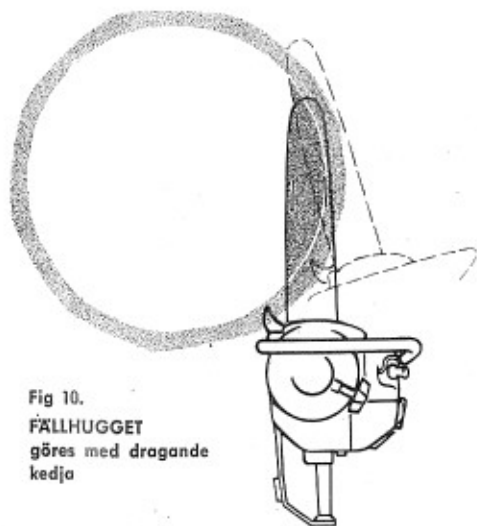

Fig 10.
2. På grova stammar som svärdet ej räcker igenom utföres fällhugget som under punkt 1 men med dragande kedja, se fig 10 och 12.